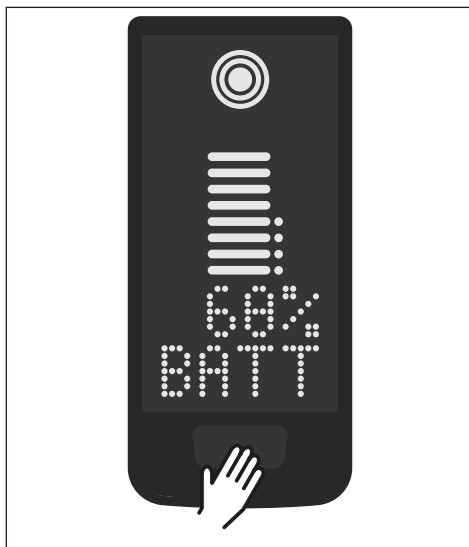

Fig. 3: Éléments de commande et d'affichage sur Display
- Allumez le Drive Unit en appuyant **brièvement** sur le bouton de commande de Display (voir Fig. 3).
- Éteignez le système en appuyant **longuement** (>3 s) sur la touche de commande de Display (voir Fig. 3).